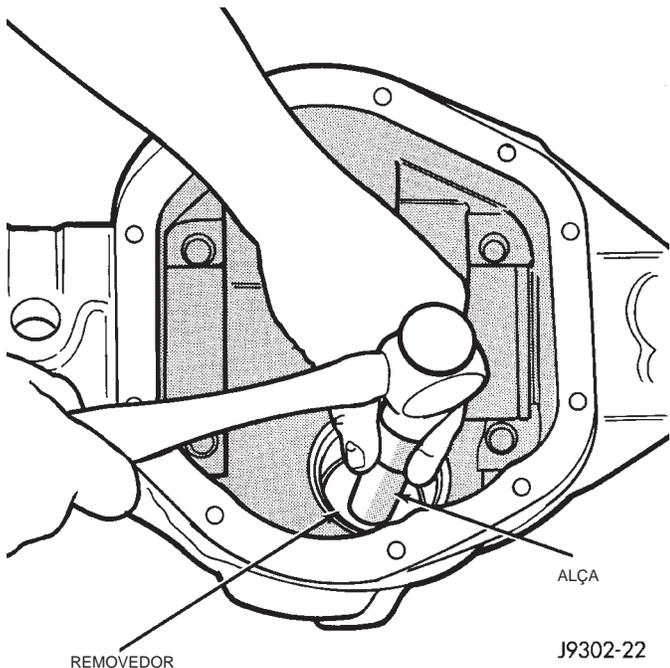

Fig. 25 Remoção da Tampa do Rolamento Dianteiro
(7) Utilizando uma ferramenta adequada como alavanca ou um parafuso montado com martelo correção, remova a vedação do pinhão.
(8) Remova o impulsor de óleo, se equipado, e o rolamento do pinhão dianteiro.
(9) Remova a tampa do rolamento do pinhão dianteiro com o Removedor C-4345 e a Alça C-4171 (Fig. 25).